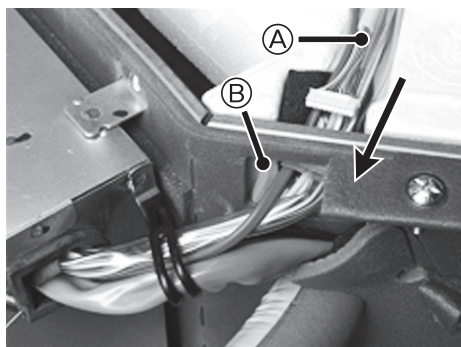

Fig. 4-2
- (1) Estrarre il cavo di giunzione senza fili fornito con gli accessori.
- (2) Far passare il connettore (bianco) scheda controllore interno del cavo di giunzione wireless attraverso la BOCCOLA dell'unità principale, nella direzione indicata dalla freccia. (Fig. 4-2)